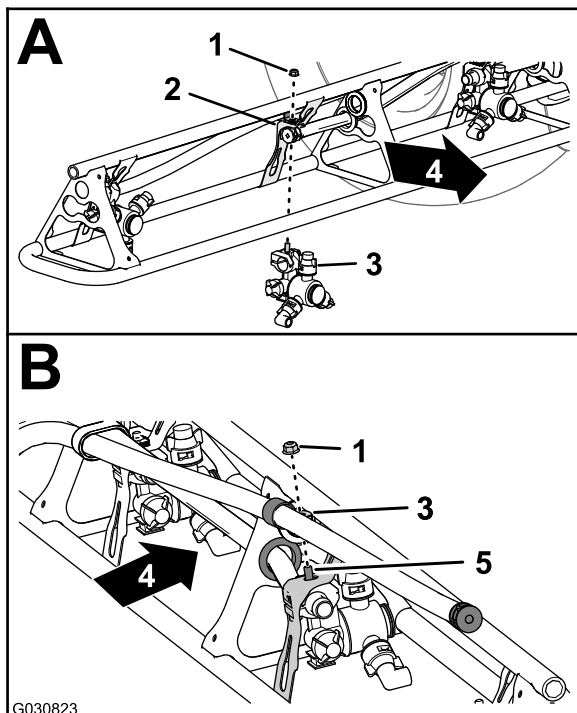

Bild 131
- Montieren Sie an den Düsenpositionen 1 und 4 die Sprühdüse mit der Sicherungsbundmutter (5/16"), die Sie in Schritt 2 in Entfernen der Sprühdüsen von den äußeren Sprühabschnitten \(Seite 57\) entfernt haben, an der Düsenbefestigung (A in Bild 131).
entfernt haben, an der Düsenbefestigung (A und B in Bild 131).